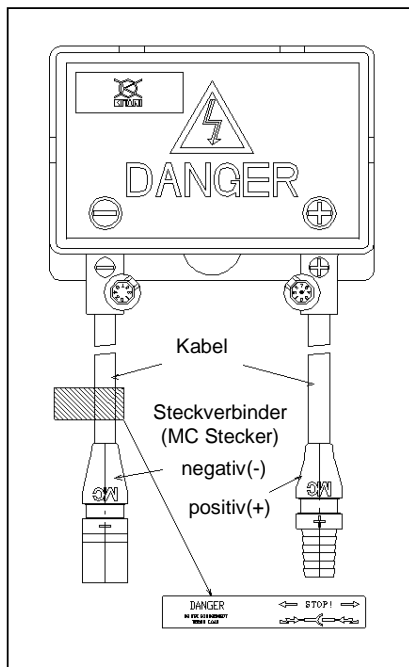

Abb. 3: Konfiguration der Anschlussdose
- Für jede Polarität steht eine Anschlussklemme zur Verfügung (wobei die Polaritätszeichen in das Gehäuse der Anschlussdose eingraviert sind) (siehe Abbildung 3).